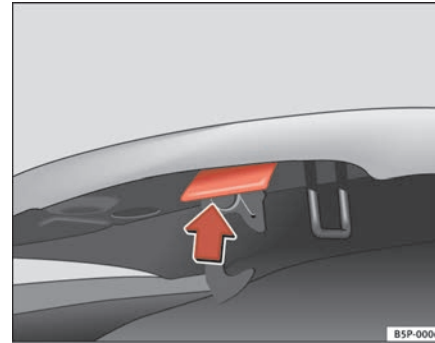

Abb. 163 Öffnungsgriff unterhalb der Motorraumklappe
- Drücken Sie die Wippe unterhalb der Motorhaube nach oben ⇒ Abb. 163. Dabei wird der Fanghaken entriegelt.